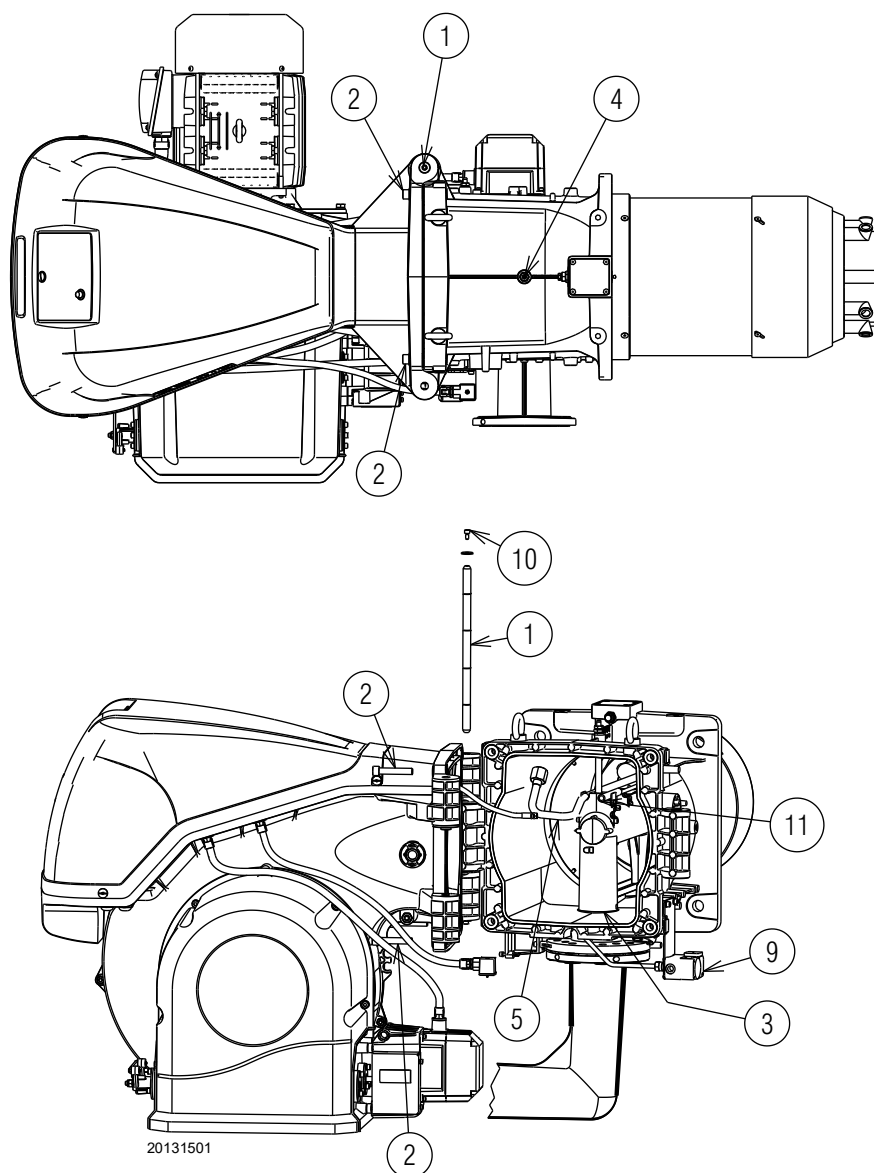

Fig. 13
Il bruciatore esce dalla fabbrica predisposto per l'apertura verso sinistra, mantenendo quindi il perno 1)(Fig. 13) in sede.
- A scollegare la spina/presa 9)(Fig. 13) del pressostato gas di massima;
- D aprire il bruciatore completamente come in Fig. 13;
Per l'apertura del bruciatore dal lato opposto, prima di togliere il perno 1)(Fig. 13), verificare che le 4 viti 2) siano serrate.
- H scollegare la presa 9)(Fig. 13) del pressostato gas di massima, poi procedere come sopra descritto al punto C).